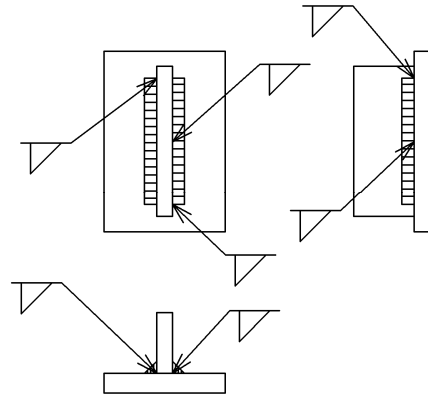

図7—すみ肉溶接の誤った矢印の付け方の例
- 矢印は、部品の外形線及び溶接部の両端に付けてはならない (図 7 参照)。